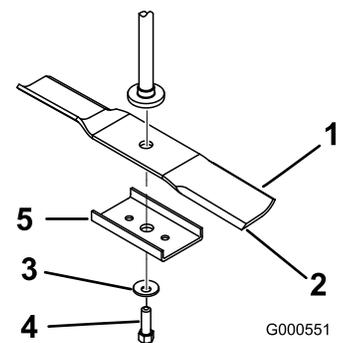

Figura 49
2. Retire del eje el perno de la cuchilla, la arandela curva y la cuchilla (Figura 49).
1. Instale la cuchilla en el eje (Figura 49).
2. Instale el refuerzo de la cuchilla, la arandela curva (con la copa hacia la cuchilla) y el perno de la cuchilla (Figura 49).